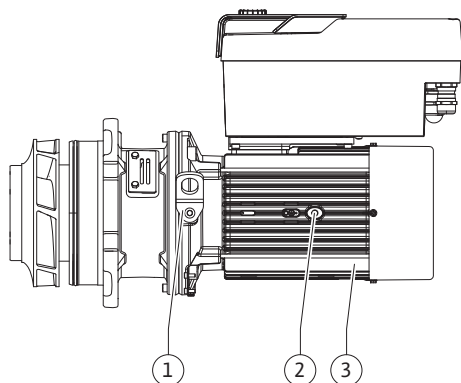

Fig. 108: Utični sklop
13. Utični sklop (videti Fig. 108) umetnuti u kućište pumpe na stari ili novi željeni ugaoni položaj. Pritom voditi računa o dozvoljenim položajima ugradnje komponenata (vidi poglavlje „Dozvoljeni položaji ugradnje i promena rasporeda komponenata pre instalacije“ [► 22]).